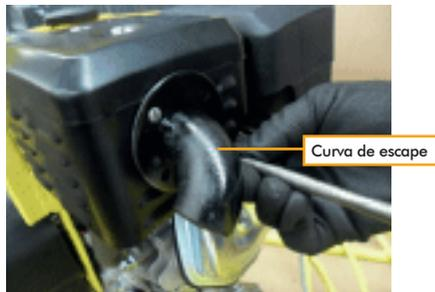

Fig. 35
5.16. Para que os gases do escapamento não atinjam diretamente o operador, recomenda-se a instalação da curva do escape, pois o motor vem de fábrica sem esta curva (Fig. 35 e 36). *Consultar Lista técnica.